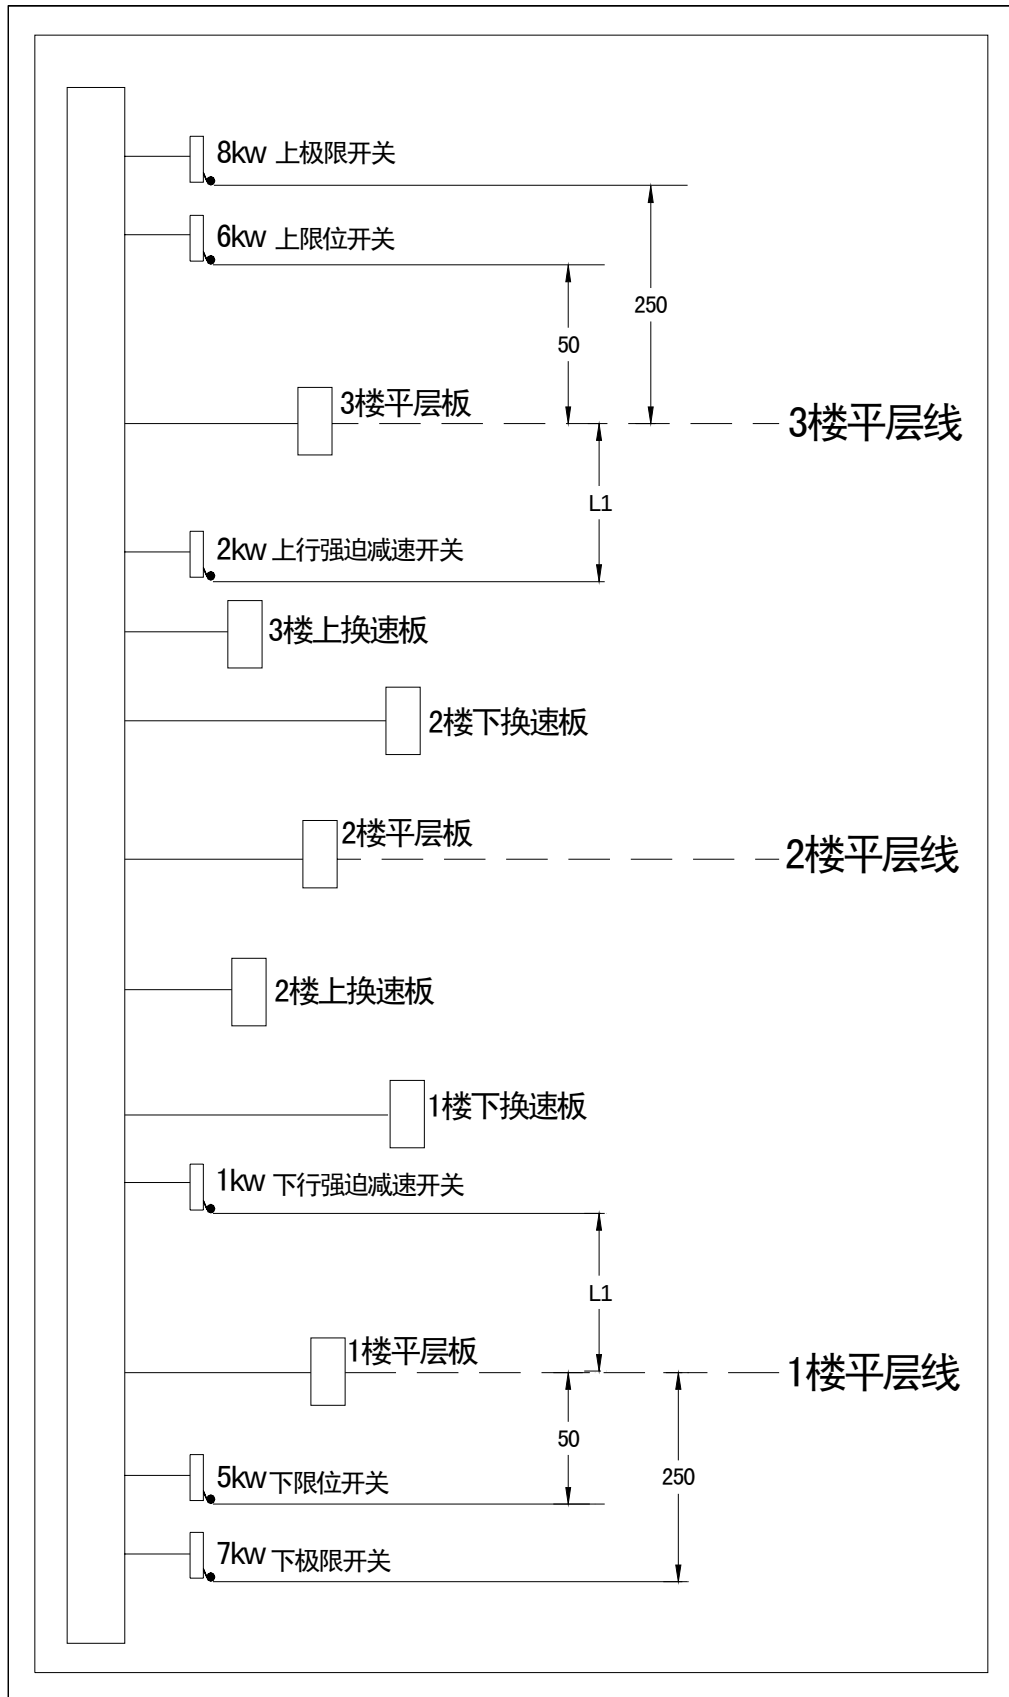

图 3.1 双速模式方式一和变频开环模式下井道开关布置示意图
* 提示：下表列出了常见梯速下减速距离的推荐值，实际安装时减速板和强迫减速的安装位置可以下表为依据，并请参考双速模式方式一井道开关布置示意图 3.1。
* 提示 2: 变频开环控制模式下, 不用上、下行多层强迫换速开关, 并且每层都使用上、下行换速隔磁板换速, 井道各开关具体位置同双速模式下方式一, 请参考图 3.1。